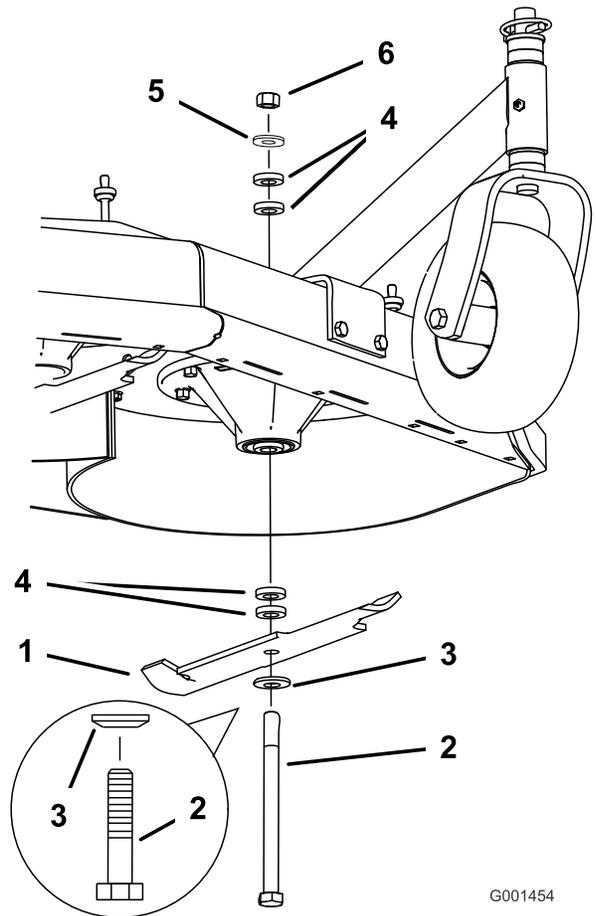

Bild 16
2. Entfernen Sie die Mutter, die Messerschraube, die Wellenscheibe, das Messer, die Distanzstücke und die dünne Unterlegscheibe von der Spindel (Bild 16).
1. Montieren Sie die Schraube, Wellenscheibe und das Messer. Wählen Sie die richtige Anzahl an Distanzstücken für die Schnitthöhe und schieben Sie die Schraube in die Spindel (**Bild 16**).
2. Bringen Sie das/die verbleibende(n) Distanzstück(e) an und sichern Sie diese mit einer dünnen Unterlegscheibe und einer Mutter (**Bild 16**).